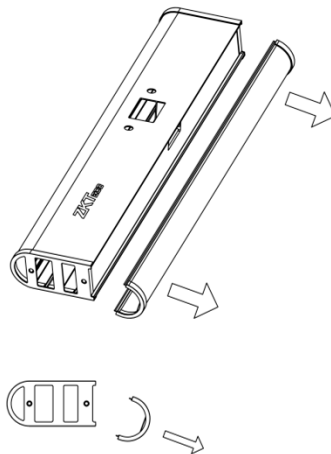

Рис. 3-3
**Этап 3:** откройте крышку балки, как показано на Рис. 3-3 ниже.